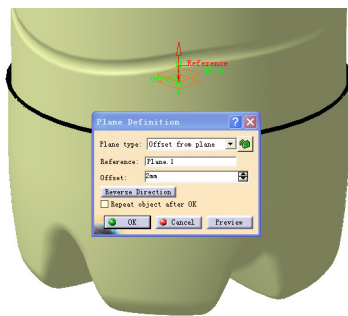

图 4-496
① 单击 Plane (平面) 图标, 选择 Offset from plane 为平面的建立类型, 在 Reference 文本框中输入 Plane.1, 在 Offset 数值框中输入 2mm, 原始方向为向上, 如图 4-496 所示, 单击 OK 按钮完成平面 Plane.6 的建立。